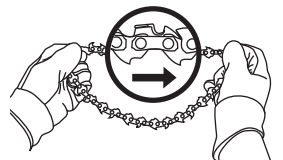

Fig. 9
5. Passez la chaîne par dessus le pignon avec les lames de la chaîne tournées dans la direction de la rotation (Fig. 9).